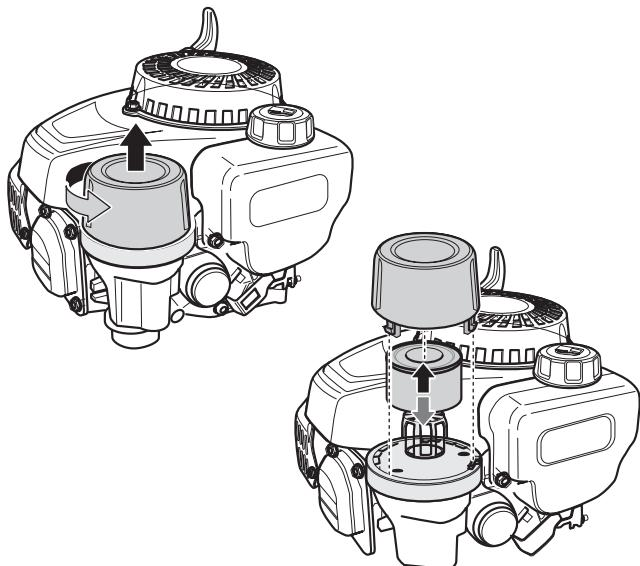

Figura 6-3
- Quite el filtro de aire, apretando la frente y el dorso para liberar la lengüeta en la parte delantera de la cubierta del mismo. Véase la Figura 6-3.